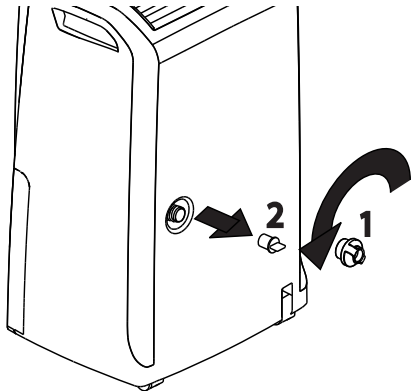

fig. 2
- 1) Desenrosque el tapón para desagüe continuo **1** girándolo en el sentido contrario a las manecillas del reloj y quite el tapón de goma de la boquilla **2** (fig. 2).